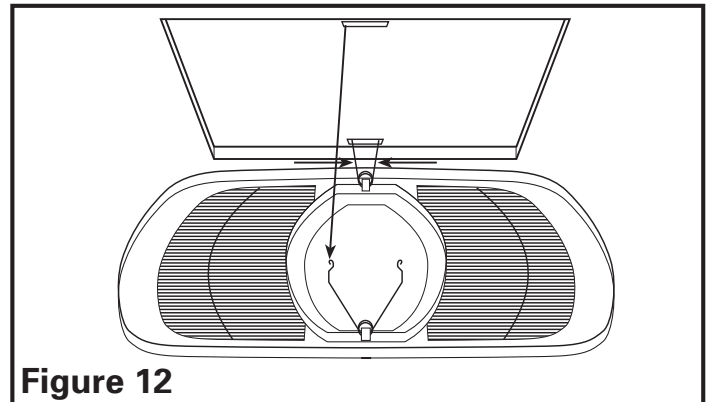

Figure 12
3. Remplacement de l'ampoule : débrancher l'alimentation de l'unité. Enlever la grille en la tirant vers le bas et en pressant ensemble les ressorts de la grille pour dégager le bâti (**Figure 12**).